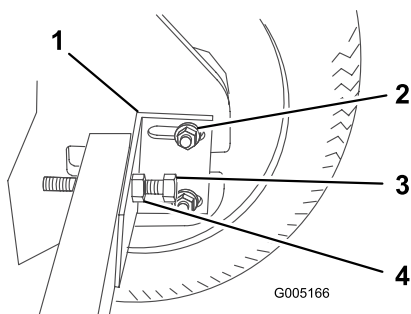

Figura 31
7. Apriete el soporte de retención del eje contra el eje y el bastidor, luego apriete la tuerca del perno para sujetarlo (Figura 31) ; apriete la tuerca a 30 pies-libra (40,7 Nm).
3. Afloje las tuercas que sujetan el soporte de retención del eje (Figura 31).
4. Afloje la tuerca del perno tensor de la cadena y afloje el perno (Figura 31).